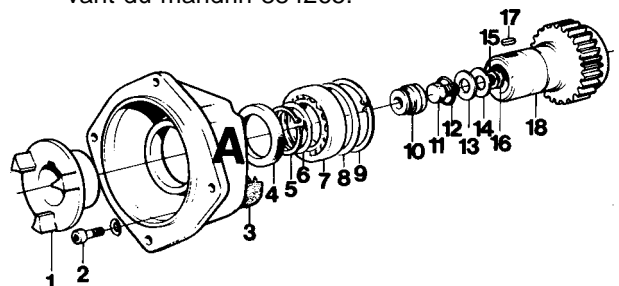

Fig. 3
1. Enlever la vis (11, fig. 3). **REMARQUE** : noter les rondelles (13, 14 et 16) et la cale (15).
3. Enlever la bague d'étanchéité (4, fig. 3).
4. Vérifier le roulement (7), le pignon (18) et la garniture de frottement. Si cette garniture est endommagée, il faudra remplacer le pignon en entier. Cette garniture est livrée séparément à titre de pièce de rechange. S'il faut remplacer le roulement et le pignon, il faudra effectuer les opérations 5 à 7. Si le pignon a été démonté, il est recommandé de remplacer le roulement.
5. Enlever la clavette (17) et le circlips (5). **REMARQUE** : récupérer les cales (6).
7. Enlever le circlips (9). **REMARQUE** : récupérer les cales (8). Extraire le roulement (7) en se servant du mandrin 884265.